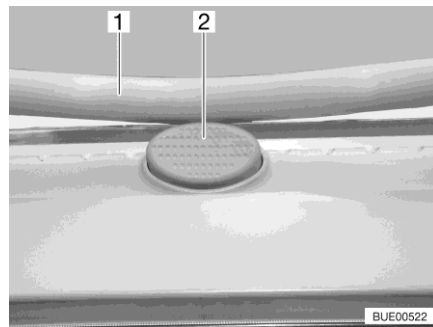

Bild 114 Sicherungsknopf (Heki-Dachhaube)
- Den Sicherungsknopf (Bild 114,2) drücken und den Bügel (Bild 114,1) mit beiden Händen nach unten ziehen.
- Den Bügel mit beiden Händen nach oben drücken, bis der Bügel oberhalb des Sicherungsknopfes (Bild 114,2) liegt.